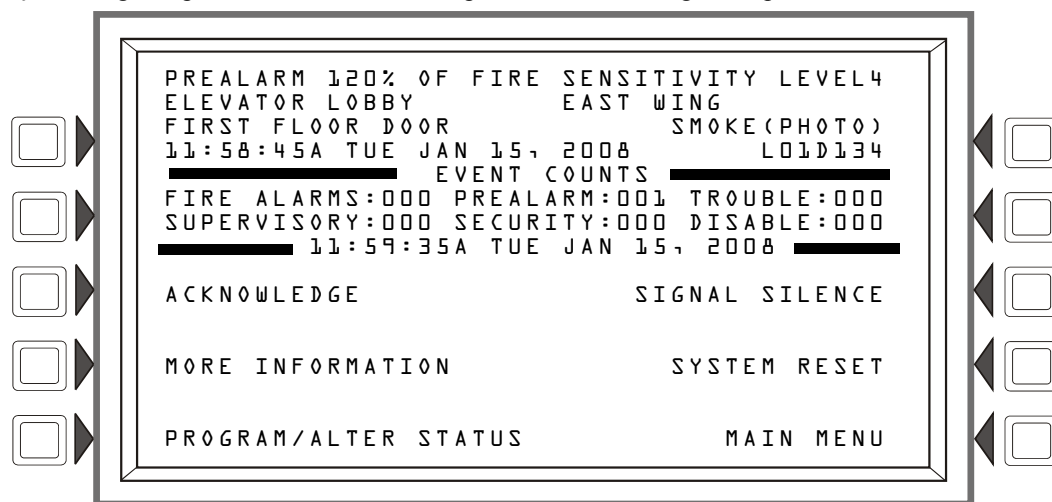

Figura 2.5 Exemplo de mensagem de pré-alarme
- Exibe PRE-ALARM (pré-alarme) no canto superior esquerdo da tela LCD assim como a leitura de sensibilidade, o código de tipo e outras informações específicas do detector como é possível observar na figura 2.5.